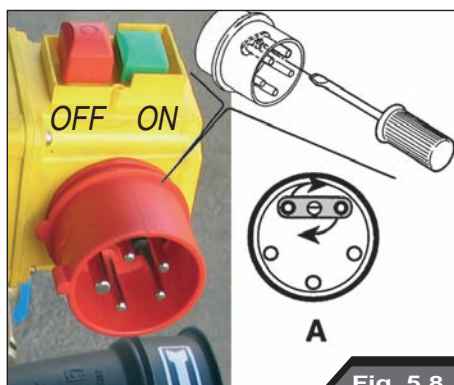

Fig. 5.8
- nella versione con motore elettrico premere il pulsante verde ON (Fig. 5.8)